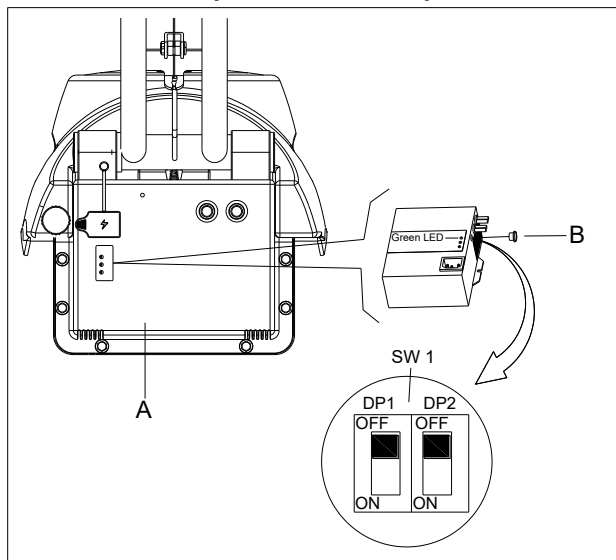

Figura 4.1
1. Apague la máquina y desmonte la tapa (A como en la figura 4.1) de la máquina. Luego retire la tapa negra redonda ubicada en la parte frontal del cargador (B como en la figura 4.1). Encontrará uno set de interruptores DIP (SW1) en el cargador.